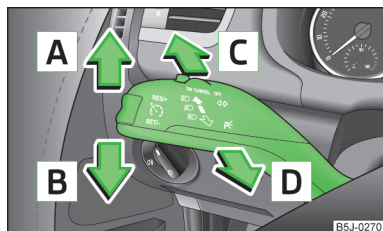

Fig. 25
- Trageți maneta de semnalizare » fig. 25 la pagina 46 înspre volan, împingeți-o în același timp în jos, și mențineți-o în această poziție.
- Trageți maneta de semnalizare » fig. 25 la pagina 46 înspre volan, împingeți-o în același timp în sus, și mențineți-o în această poziție.
Pozițiile manetei de operare » fig. 25.
➤ Apăsați maneta de operare » fig. 25 la pagina 46 în sus, respectiv în jos - se aprinde lampa de poziție de pe partea dreaptă, respectiv stângă a autovehiculului.